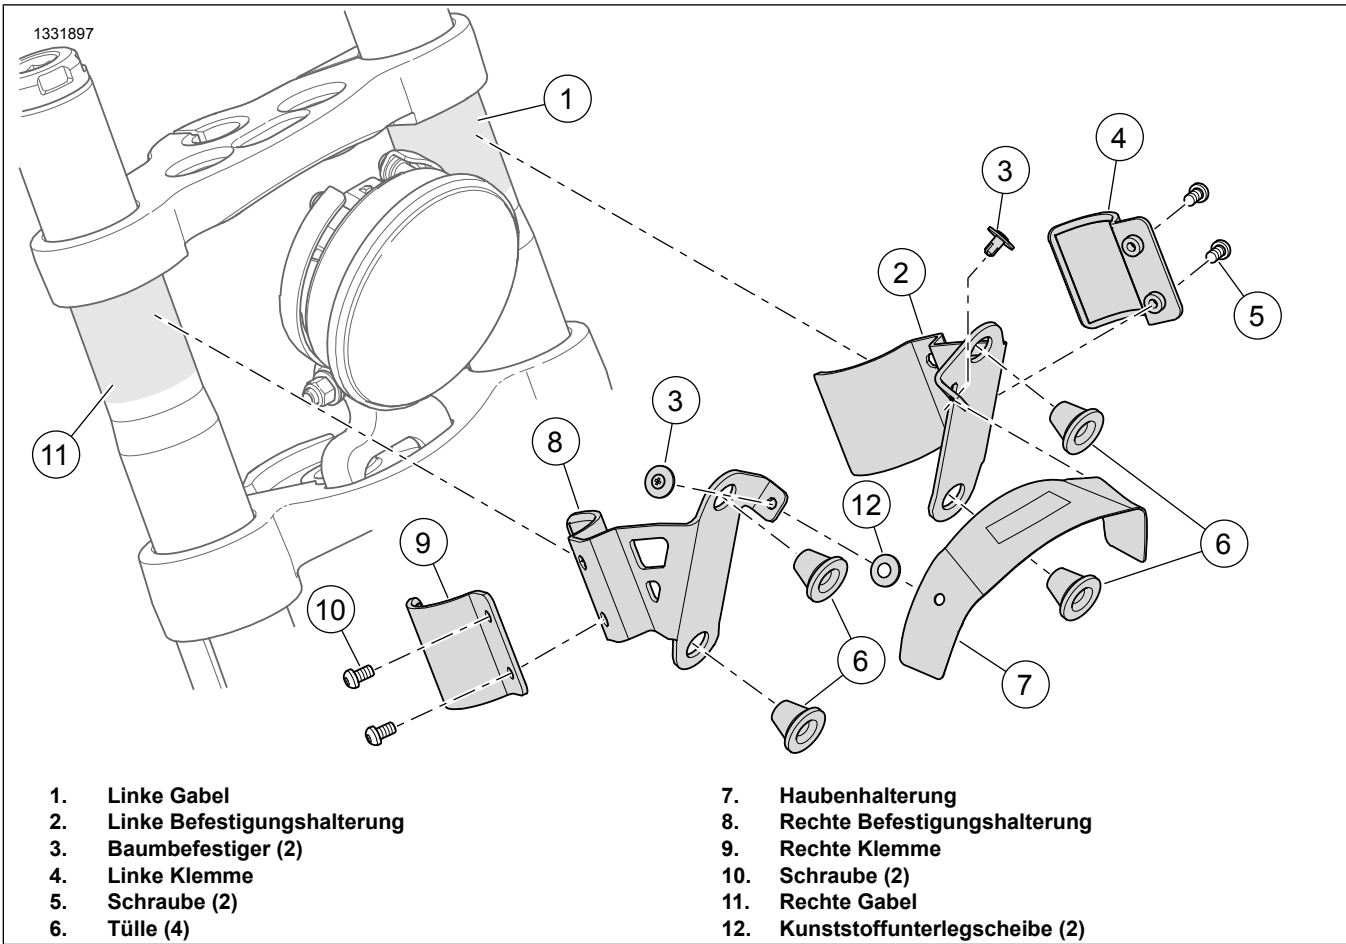

Abbildung 6. Halterungsbaugruppe
2. Abbildung 6 Die linke Befestigungshalterungsbaugruppe anbringen.
- a. Den Befestigungsbereich an der linken Gabel (1) sauber wischen.
- b. Linke Befestigungshalterung (2), Klemme (4) und Schrauben (5) lose anbringen.
- a. Den Befestigungsbereich an der rechten Gabel (11) sauber wischen.
- b. Rechte Befestigungshalterung (8), Klemme (9) und Schrauben (10) lose anbringen.
- a. Kunststoffunterlegscheibe (12) an jedem Loch der Haubenhalterung (7) anbringen und festkleben.
- b. Die Befestigungslöcher in der linken und rechten Halterungsbaugruppe (2 und 8) auf die Haubenhalterung (7) ausrichten.
- c. Sicherstellen, dass die Haubenhalterung (7) am Scheinwerfer zentriert ist.
- d. Die Baumbefestiger (3) anbringen, wenn alle Halterungen richtig ausgerichtet sind.